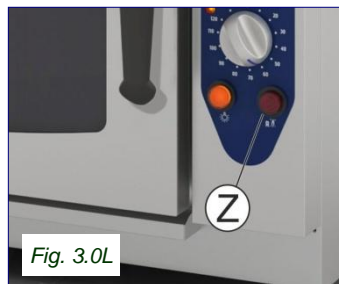

Fig. 3.0L
**3.0L Soupape de sécurité du gaz**: la soupape est munie d'un dispositif électronique de contrôle qui interrompt l'arrivée du gaz en 10" si les brûleurs ne s'allument pas. L'opération d'allumage des brûleurs peut être répétée seulement en réarmant d'abord manuellement le dispositif électronique par le bouton (Z) placé sous le tableau des commandes. (Voir fig. 3.0L)